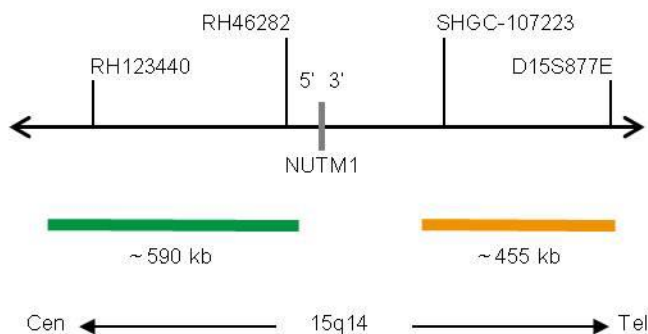

Fig. 1 : Carte de la sonde SPEC NUTM1 (pas à l'échelle)
- Polynucléotides marqués au ZyGreen (excitation 503 nm/émission 528 nm) (~10 ng/μl), qui ciblent une séquence de 15q14* (chr15:33,999,791-34,587,649) proximale de la région des points de rupture de NUTM1 (voir figure 1).
- Polynucléotides marqués au ZyOrange (excitation 547 nm/émission 572 nm) (~4,5 ng/μl), qui ciblent une séquence de 15q14* (chr15:34,873,659-35,326,986) distale de la région des points de rupture de NUTM1 (voir figure 1).